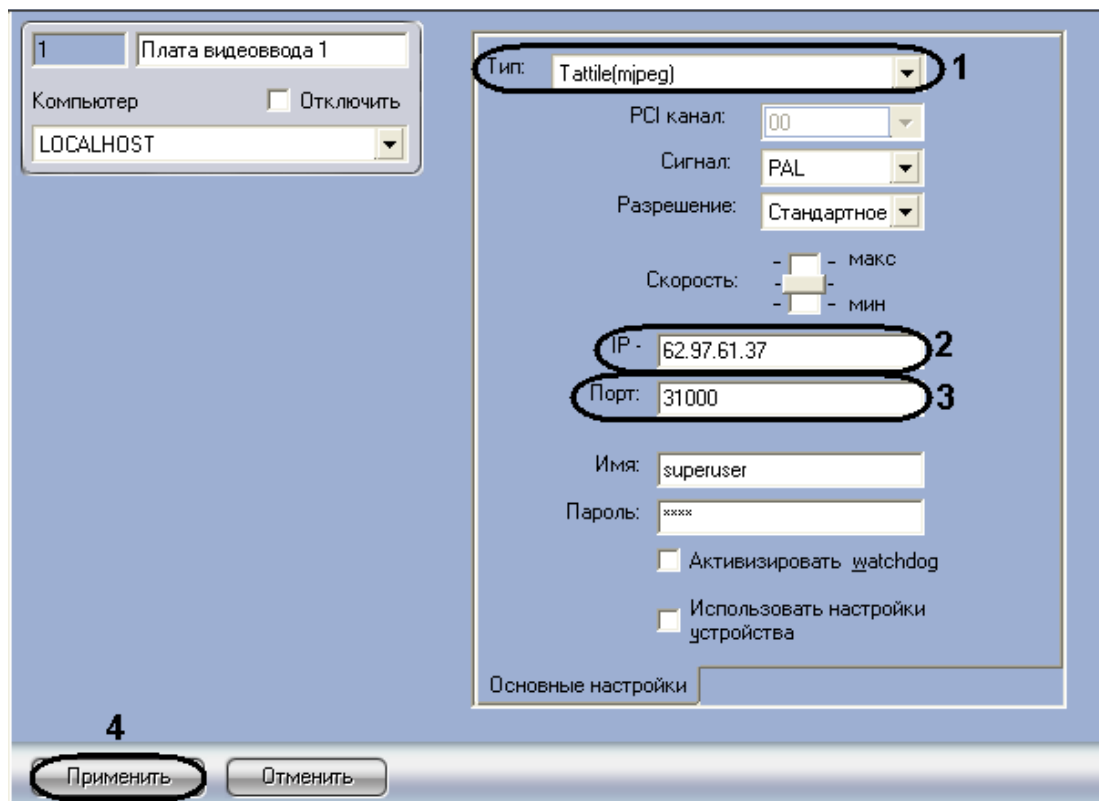

Рис. 7.2—36 Настройка платы видеоввода
1. Перейти во вкладку «Оборудование» диалогового окна «Настройки» программы «Авто-Интеллект». В дереве объектов на вкладке «Оборудование» создать объект «Плата видеоввода». В правой части вкладки «Оборудование» отобразится панель настройки выбранного объекта (см. Рис. 7.2—36).
2. В раскрывающемся списке «Тип» выбрать тип настраиваемой камеры (см. Рис. 7.2—36, 1).
3. В поле «IP адрес» указать IP адрес подключаемого устройства (см. Рис. 7.2—36, 2).